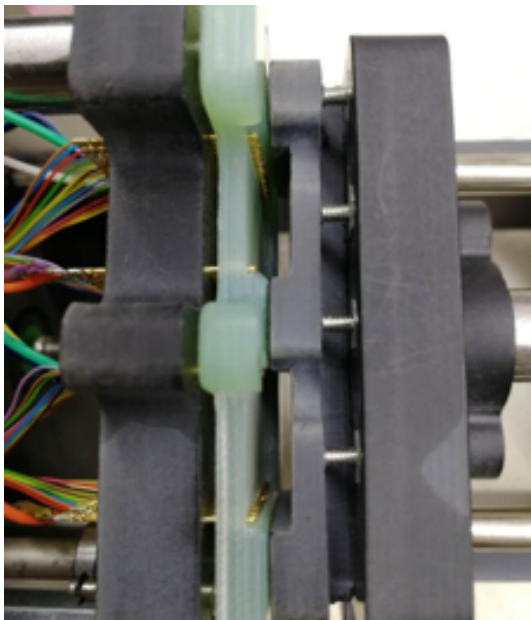

图 2-4. 活动台与模组台之间的距离示意
- 手柄按下时，活动台与模组台之间留合适的距离。保证探针既能与模组完全接触，又不会压坏模组（包括屏蔽盖），如图 2-4 所示：
1. 图 2-4 中的黄色短路插需插入跳线帽。